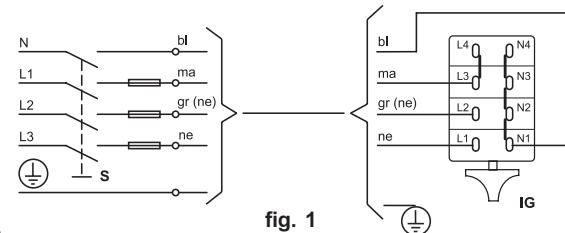

fig. 1
- Le macchine sono predisposte per un collegamento: normalmente Y (fig. 1)
- The machines are planned for these connections: normally Y (fig. 1).
- As máquinas são preparadas para uma ligação: geralmente Y (fig. 1).